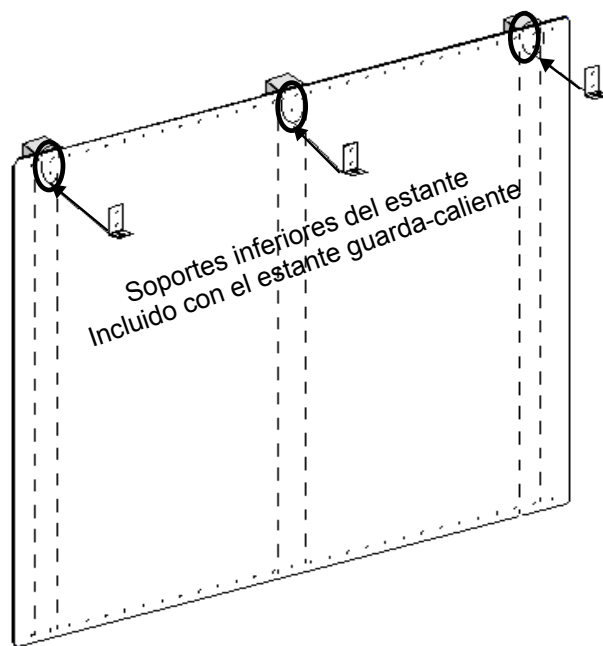

Figura 21: Consola trasera de protección con estante guarda-caliente
3. En el lugar indicado en la *Figura 21*, fije los soportes inferiores proporcionados con el estante guarda-caliente a través de la consola trasera de protección en los travesaños de pared.